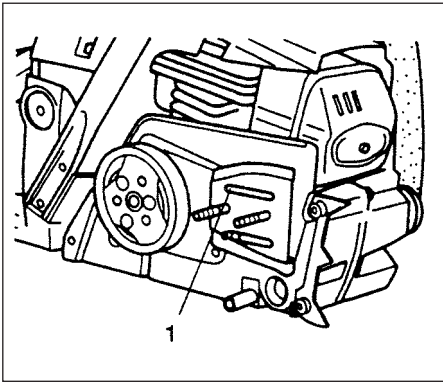

Fig.3-4
**Foro erogazione olio (Fig. 3-4)**